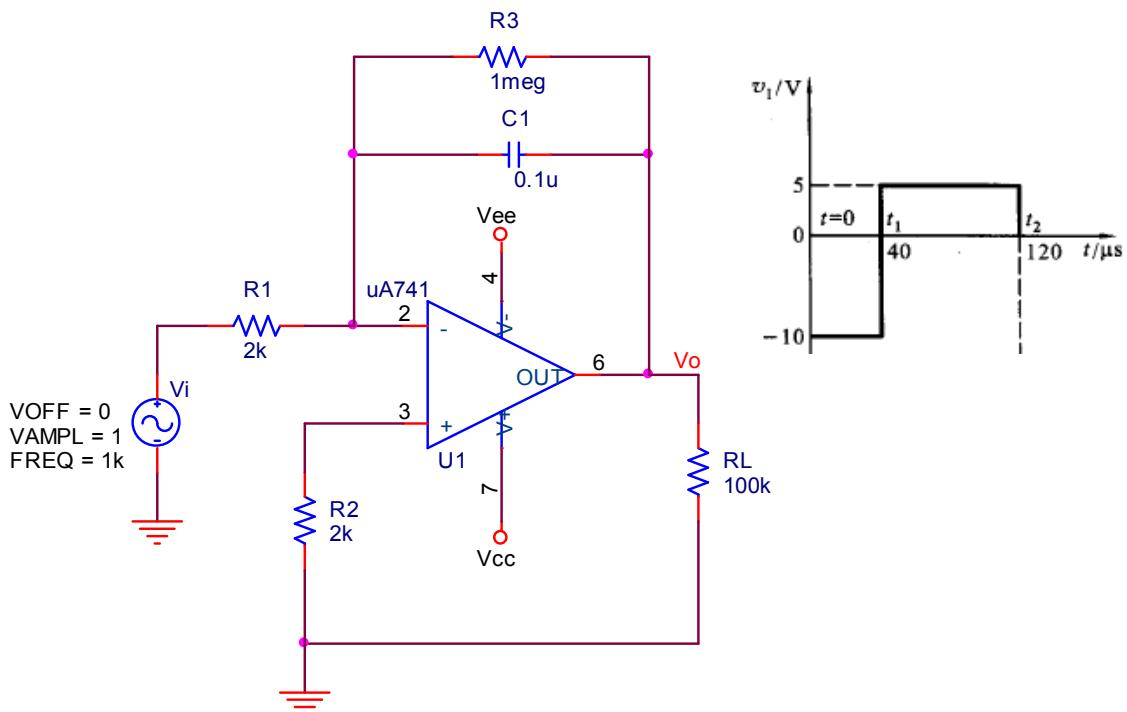

图 8.1.7 积分电路
***8.1.7 积分电路如图 8.1.7, 求电阻 R1 分别为 $2\text{ k}\Omega$ 和 $4\text{ k}\Omega$ 时,